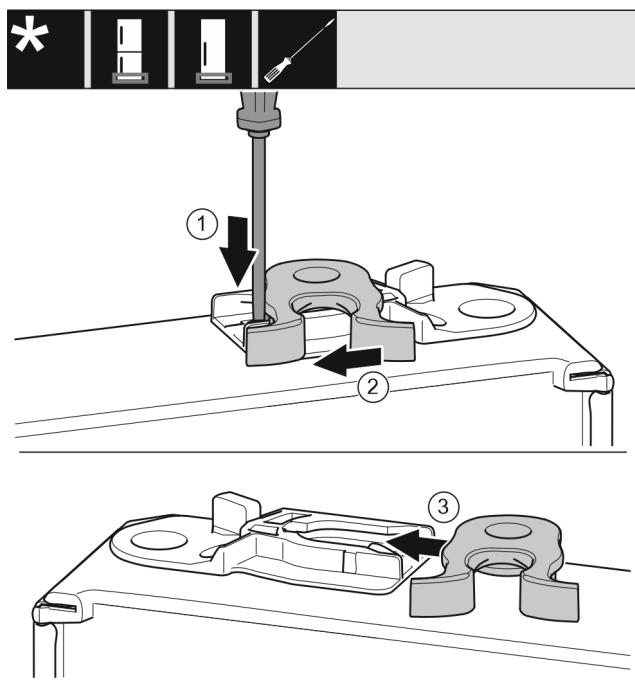

Fig. 18
- ▶ Ravnim odvijačem pritisnite jezičac prema dolje. *Fig. 18 (1)*
- ▶ Izvucite kuku za zatvaranje iz vodilice. *Fig. 18 (2)*
- ▶ Gurnite kuku za zatvaranje na drugoj strani u vodilicu. *Fig. 18 (3)*